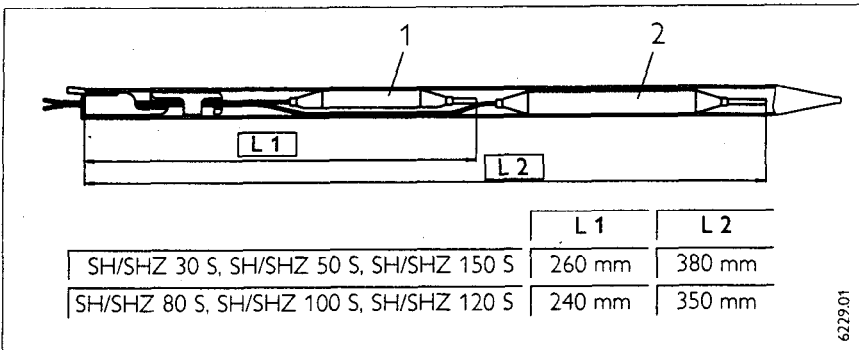

Abb. 23/Fig. 23/Afb. 23
- Beim Austausch der Regler-Begrenzer-Kombination sind die angegebenen Maße L1 und L2 (Abb. 23) unbedingt einzuhalten.
- If replacing the thermal cut-out combination, the dimensions indicated L1 and L2 (Fig. 23) are to be respected without fail.
- En cas de remplacement de l'ensemble thermostat de réglage/limiteur, les dimensions indiquées L1 et L2 (Fig. 23) doivent être respectées scrupuleusement.